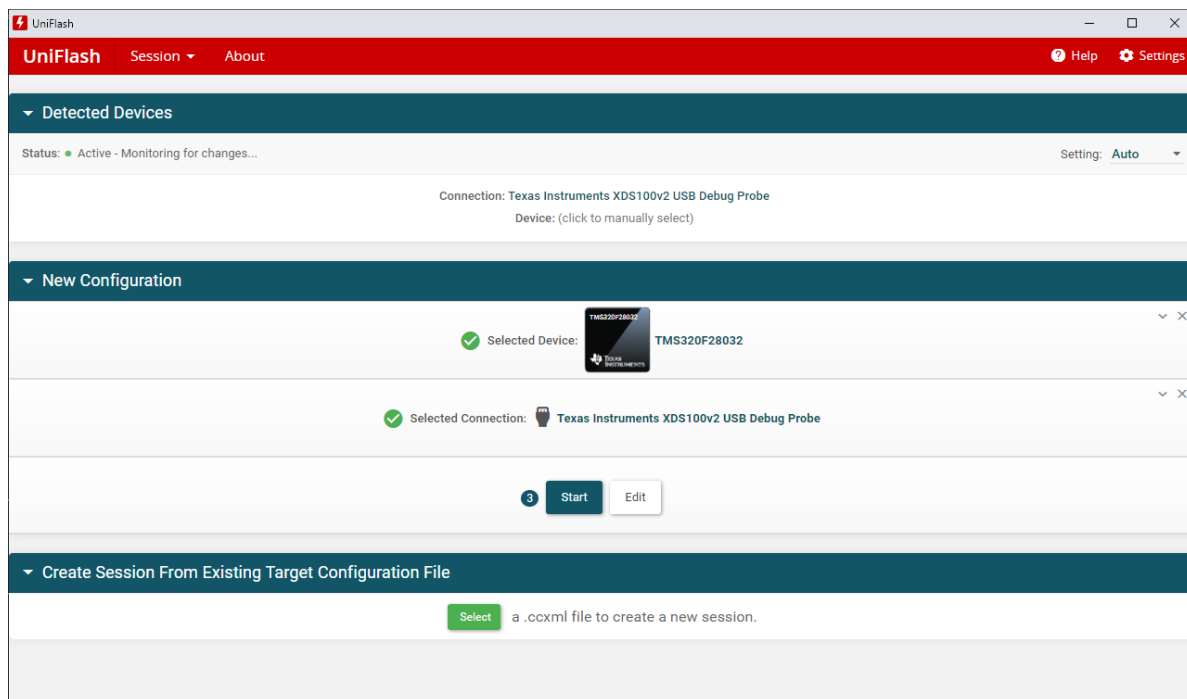

Рисунок 3 – Выбор контроллера силового преобразователя TMS320F28032 и программатора XDS100v2
1.1.3 В разделе «New configuration» выбрать контроллер силового преобразователя TMS320F28032 и программатор XDS100v2. (рисунок 3).